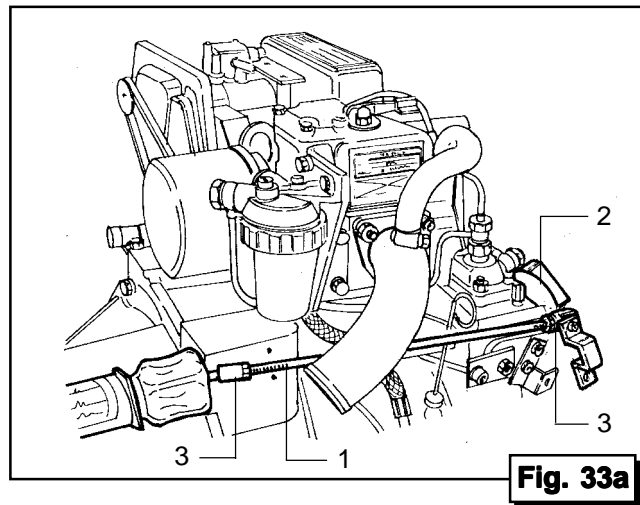

Fig. 33a
### Regolazione - Stop (Fig. 33a)
- Spostare tutto il sistema di Stop a finecorsa (IN TIRO) dell'elettromagnete (Fig. 33a, Rif. 1)
- Togliere il tappo (Fig. 33a, Rif. 2); verificare che la cremagliera della pompa di iniezione sia tutta aperta
- Regolare il sistema di stop registrando l'asta tirante tramite i dadi (Fig. 33a, Rif. 3).
### Adjusting the stop (Fig. 33a)
- Move the entire stop system to the limit position of the electromagnet (Fig. 33a, Ref. 1) (pull).
- Remove the cap (Fig. 33a, Ref. 2), and check that the injection pump rack is fully extended
- Adjust the stop-system setting the pulling rod through the nuts (Fig. 33a, Ref. 3).